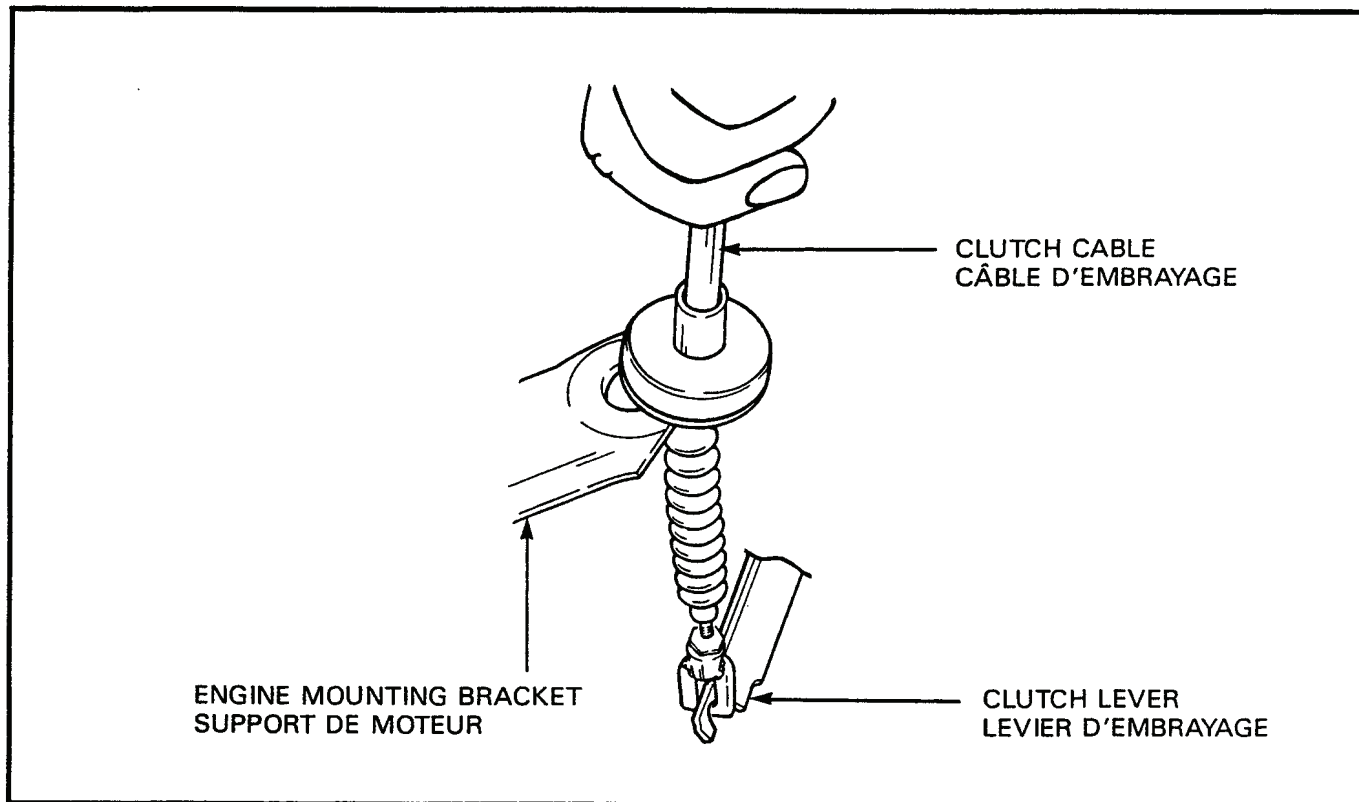
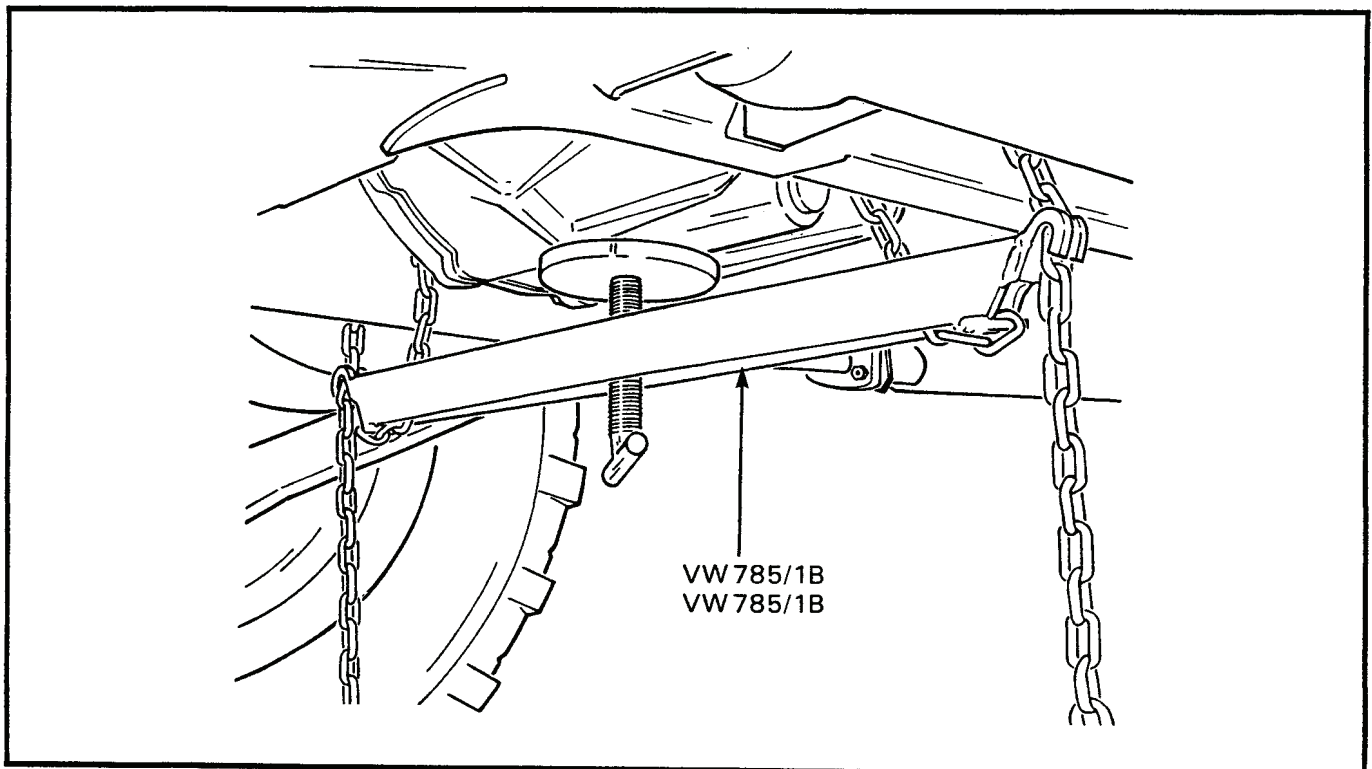

Figure 2-6-2 Clutch Cable at Engine Mounting Bracket
Figure 2-6-3 Transaxle Support VW785/1B Installed
(1) Remove the clutch housing breather hose, and cap the opening.	(1) Enlever le boyau de reniflard du carter d'embrayage, et recouvrir l'ouverture.
(2) Remove the clutch cable from the engine mounting bracket, see Figure 2-6-2.	(2) Enlever le câble d'embrayage du support de moteur, voir figure 2-6-2.
(3) Disconnect the clutch cable from the hook on the end of the clutch lever.	(3) Débrancher le câble d'embrayage du crochet à l'extrémité du levier d'embrayage.
(4) Install transaxle support VW 785/1B, see Figure 2-6-3.	(4) Installer le support de transaxe VW 785/1B, voir figure 2-6-3.
(5) Remove the two cap screws and lock washers from the bottom of the clutch housing and the three cap screws and lock washers from the top of the clutch housing.	(5) Enlever les deux boulons et rondelles-frein au bas du carter d'embrayage, et les trois boulons et rondelles-frein au haut du carter d'embrayage.